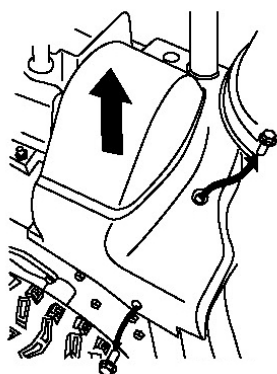

Рисунок 36.
2. Поднимите правую сторону крышки ремня (Рис. 36)